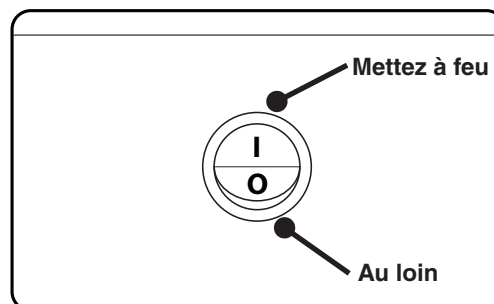

Fig. 16-1 Commutateur "MARCHÉ/ARRÊT"
1. Localiser l'interrupteur MARCHÉ/ARRÊT sur le coffret de commande (voir Fig. 16-1), et l'interrupteur à la position "I" (Mettez à feu).